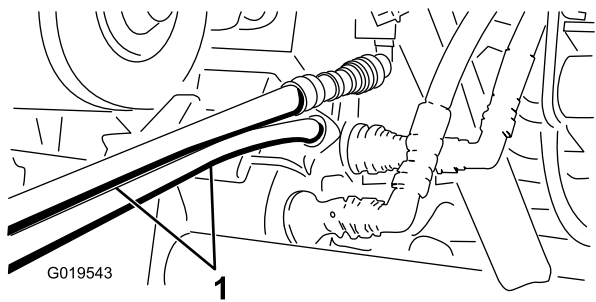

Figura 78
5. Sull'altra macchina, collegate i due tubi ai connettori che si trovano ancora nella staffa dell'accoppiatore (collegate il tubo superiore al connettore superiore e il tubo inferiore al connettore inferiore) (Figura 78).